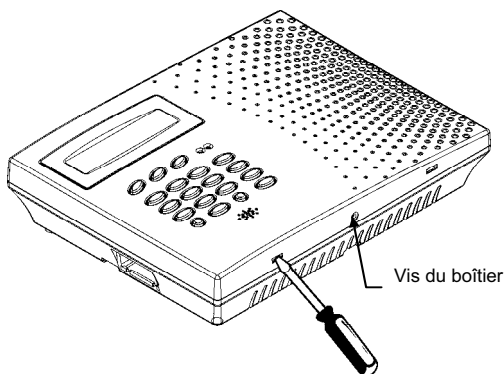

Figure 2.4: Ouverture du boîtier
1. Débranchez l'alimentation en courant alternatif (CA) du panneau de contrôle du ProGuard800.
3. À l'aide d'un tournevis, pressez délicatement les languettes de retenue tel qu'illustré à la Figure 2.4.
7. Branchez le petit câble plat entre la carte de circuit imprimé du GSM800 (5) et la carte de circuit imprimé du panneau de contrôle (carte principale).